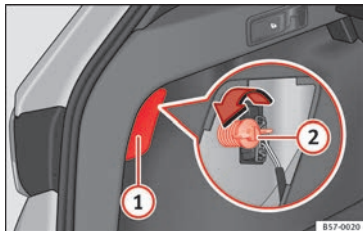

Fig. 108 Bagageira: Posição do parafuso de fixação da unidade de luz traseira.
3. Levantar a cobertura junto do rebaixe com o lado plano de uma chave de fendas » **Fig. 108 ①**.
5. Desenrosque com a mão ou com ajuda de uma chave de fendas o parafuso de fixação do farolim » **Fig. 108 ②**.